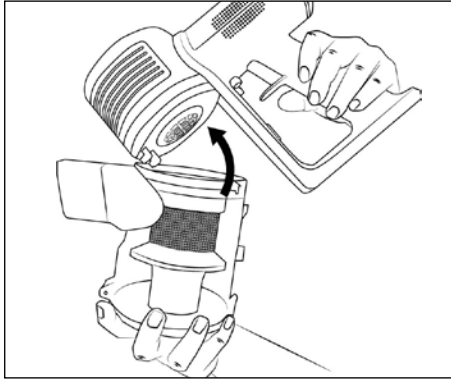

Abb. 25
- 10) Setzen Sie den Staubbehälter **7** wieder in das Gerät. Schieben Sie ihn in Richtung des Gerätes, bis er hörbar mit einem Klickgeräusch im Gerät einrastet (siehe Abb. 25).